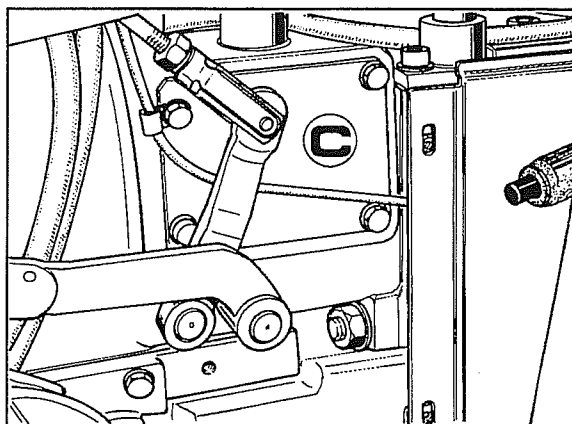

Fig. 2
- 2 Retirar a tampa **C** fig.2 e aquela do lado oposto.